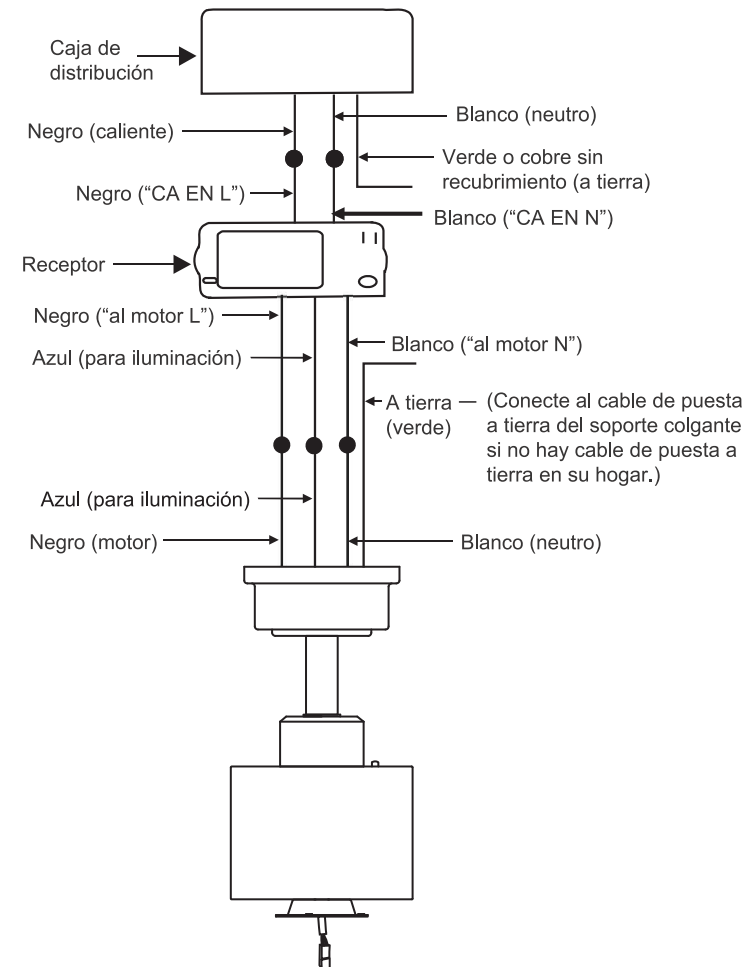

Fig. 14
Paso 2. Conexiones eléctricas del motor al receptor: (Fig. 14)
Paso 3. (Fig. 14) Conexiones eléctricas del receptor a los cables de alimentación del hogar: Conecte el cable negro (caliente) del cielorraso al cable negro marcado como "AC in L" (CA en L) del receptor. Conecte el cable blanco (neutro) del cielorraso con el cable blanco marcado como "AC in N" (CA en N) del receptor. Asegure las conexiones de cables con las tuercas plásticas para cable proporcionadas.
Paso 4. (Fig. 14). Si su caja de distribución tiene un cable de puesta a tierra (verde o cobre sin recubrimiento), conéctelo a los cables de puesta a tierra del ventilador; en caso contrario, conecte el cable de puesta a tierra del soporte colgante al soporte de montaje. Asegure la conexión eléctrica con una tuerca de plástica para cable proporcionada. Después de haber conectado los cables, sepárelos de manera que el cable verde y el cable blanco queden de un costado de la caja de distribución y el cable azul y el cable negro queden del otro costado. Empuje con cuidado las conexiones de cables hacia arriba dentro de la caja de distribución.